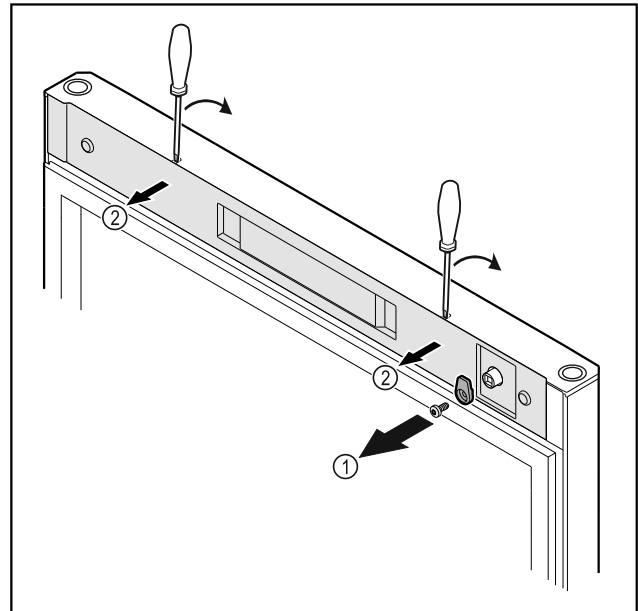

Fig. 18
- ▶ Sluithaak Fig. 18 (1) losschroeven.
- ▶ Afdekking Fig. 18 (2) met een kleine schroevendraaier losmaken en verwijderen.